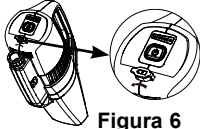
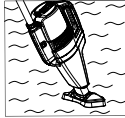
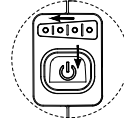

Figura 6
Figura 6.1
Figura 6.2
1. Asegúrese de que el receptáculo de carga esté bien cubierto con la tapa de goma primero. Véase Figura 6. Pulse primero el botón de encendido y la luz indicadora de la batería se encenderá. A continuación, coloque la aspiradora en el agua. Véase Figura 6.1. A medida que se utiliza el aparato, la luz indicadora de la batería disminuirá mostrando el estado de la misma. Cuando en el indicador de batería parpadea una luz, debe recargar el aparato inmediatamente. Si no lo hace, la luz parpadeará durante unos minutos, el motor de la aspiradora se detendrá y la luz indicadora se apagará. Véase Figura 6.2. Pulse el botón de encendido para ver el estado de carga de la batería.